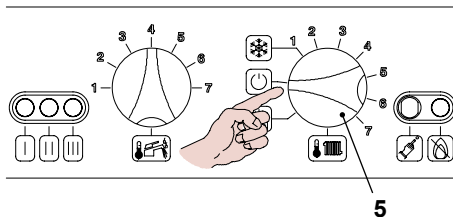

Fig. 7.12
- Ponga el selector 5 como se indica en Fig. 7.12 para salir de la programación.